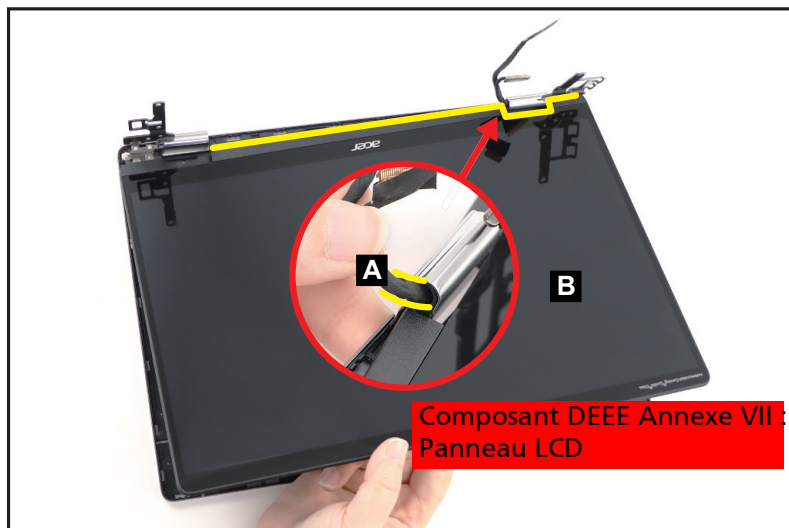

Figure 1-39. Retrait du panneau LCD
5. Libérez le câble LCD (A) du capuchon de charnière. Retirez ensuite le panneau LCD (B) du couvercle LCD (Figure 1-39).